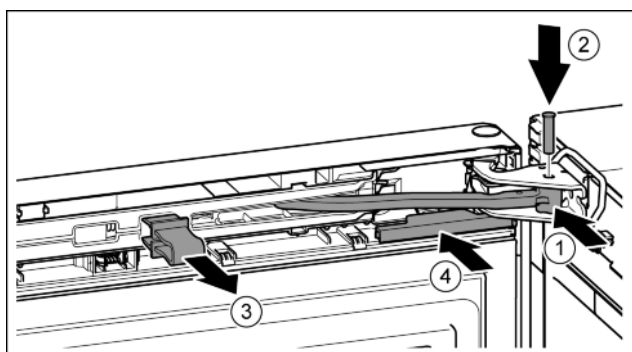

Fig. 40
- ▶ Przegub obrócić w płytce zawiasu. Fig. 40 (1)
- ▶ Sworzeń umieścić w płytce zawiasu i przegubie. Przy tym zwrócić uwagę, aby krzywka zatraskowa została prawidłowo umieszczona w rowku. Fig. 40 (2)
- ▶ Zdjąć zabezpieczenie. Fig. 40 (3)
- ▶ Wsunąć osłonę. Fig. 40 (4)